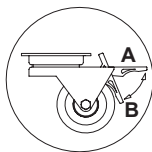

Abb.3 Fahrbarer Radsatz
- Die Anlage auspacken und das Holzpodest, dass auf der Grundlage vorhanden ist, entfernen (ausgeschlossen von fahrbaren Anlagen) Abb.3 (S.31)